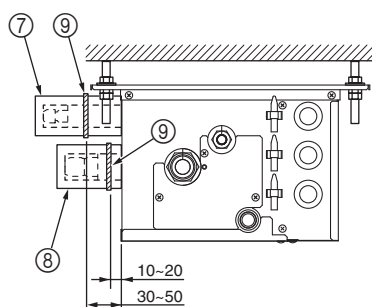

Fig. 7-4
► Выполните следующие процедуры, относящиеся к деталям ответственной коробки, которые не подключены к внутреннему прибору. (Fig. 7-4)
- (1) Для предотвращения утечек хладагента, убедитесь в том, что конусные гайки затянуты в соответствии со значениями крутящего момента\*, указанными в Таблице 3.